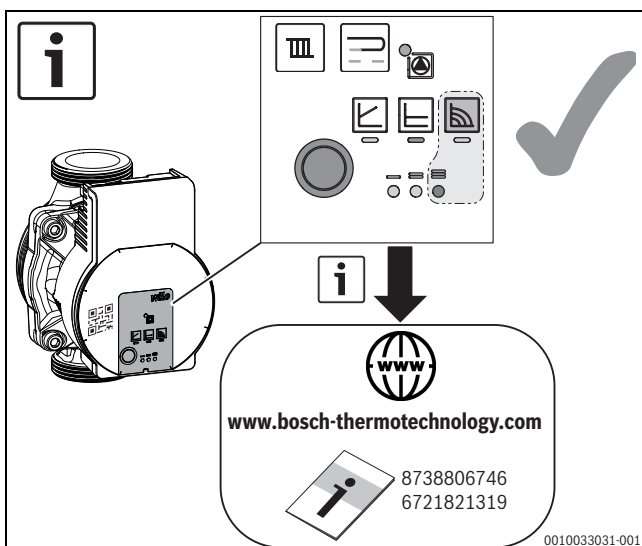

Fig. 11 Réglage de la pompe (exemple)
- ▶ Régler la pompe sur le niveau 3 (→ fig. 11).